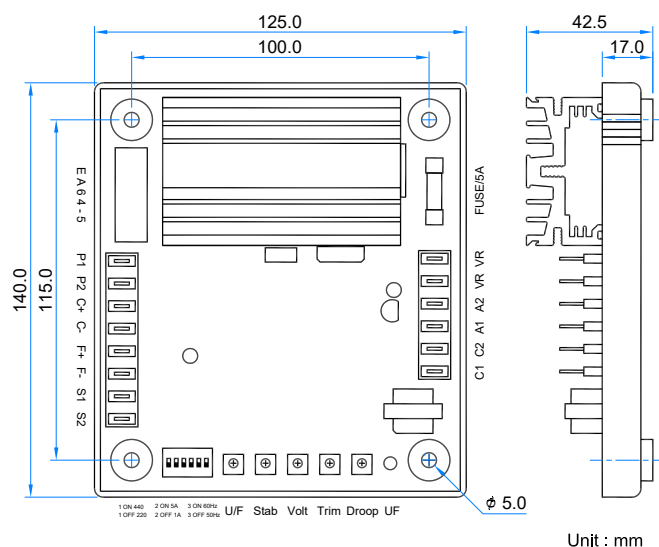

図1 寸法図
1. 電圧調整器は、発電機セットの任意の適切な位置に取り付けることができます (外形および取付穴寸法は図1を参照)。